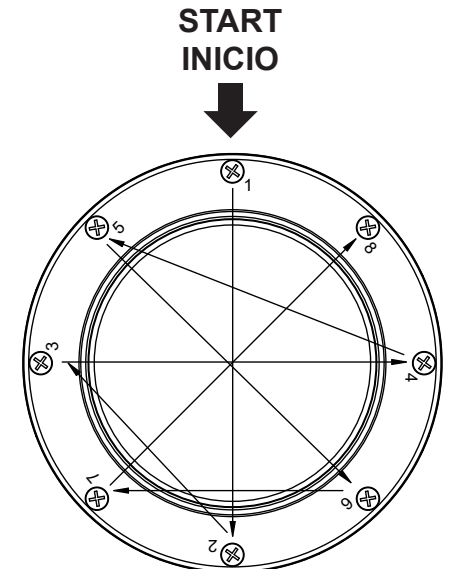

Fig. 3
- 5) Apriete los tornillos en secuencia, según la Fig. 3, apriete cada tornillo a 20-25 pulg./libras (2,3-2,8 N-m).